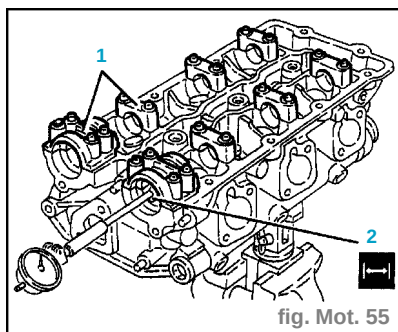

fig. Mot. 55
- Serrer les vis des supports des arbres à cames au couple prescrit de **1,9 daN.m** (1) (fig. Mot. 55).